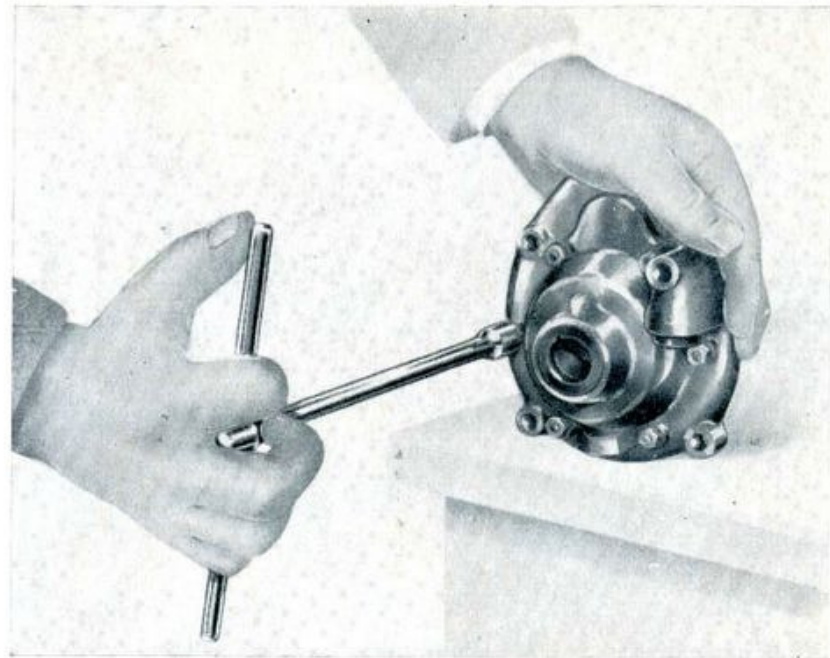

Fig. 24
- Op. 5) Allentare e togliere i 6 dadi di bloccaggio della corona dentata al coperchio avviamento. (Chiave a tubo mm 10). (Operazione da effettuarsi solo nel caso di sostituzione della corona (fig. 24).